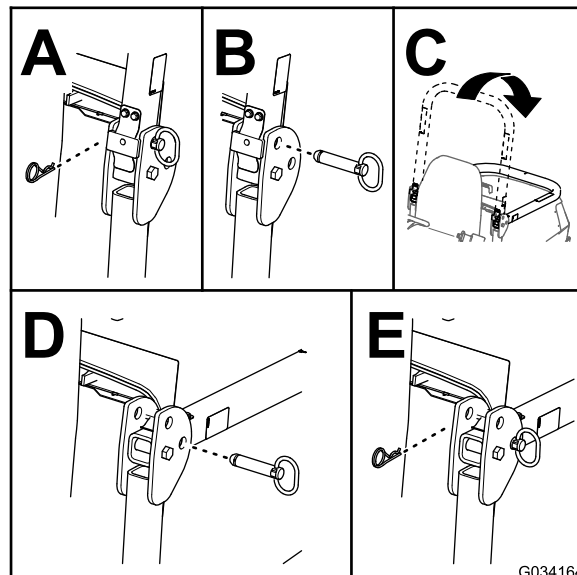

図 27
2. 機体の左右で保護バーからコッターピンとピンを抜き取る(図 27)。
3. ホッパーを倒して、ピンとコッターピンで固定する(図 27)。